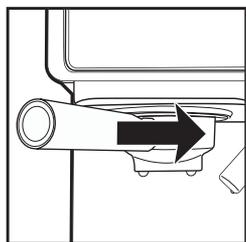

Рис. 3
- Не насыпая кофе в фильтр (6), присоедините держатель фильтра (5) к бойлеру кофеварки, для этого расположите ручку держателя фильтра (3) под надписью «INSERT» на корпусе кофеварки, вставьте держатель (5) в бойлер и поверните ручку держателя фильтра (3) в сторону надписи «LOCK» (против часовой стрелки) до упора (рис. 3, 4)
- Поставьте подходящую ёмкость (объёмом не менее 400 мл) на решётку поддона (2).
- Вставьте вилку сетевого шнура в электрическую розетку. Нажатием кнопки (17) включите кофеварку, при этом индикатор (12) загорится красным цветом.
- Установите ручку выбора режимов работы (14) в положение «☐●». Дождитесь подачи воды из выходных отверстий держателя фильтра (5), после чего переведите ручку выбора режимов работы (14) в положение «●». Убедитесь, что кнопка подачи воды/пара (7) не нажата (находится в положении ☐).
- После того, как индикатор (13) загорится синим цветом, снова включите подачу воды, установив ручку выбора режимов работы (14) в положение «☐●». Сливайте воду около 1 минуты, затем прекратите подачу воды, установив ручку выбора режимов работы (14) в положение «●». Подождите, пока вода перестанет вытекать из выходных отверстий держателя фильтра (5) и вылейте воду из ёмкости. Промывка системы подачи воды закончена.
- Поставьте подходящую чашку (объёмом не менее 250 мл) на решётку поддона (2).
- Вставьте вилку сетевого шнура в электрическую розетку. Нажатием кнопки (17) включите кофеварку, при этом индикатор (12) загорится красным цветом. Убедитесь, что кнопка подачи воды/пара (7) не нажата (то есть находится в положении )
- Установите ручку выбора режимов работы (14) в положение «». Дождитесь подачи воды из выходных отверстий держателя фильтра (5), после чего переведите ручку выбора режимов работы (14) в положение «».
- После того, как индикатор (13) загорится синим цветом, снова включите подачу воды, установив ручку выбора режимов работы (14) в положение «», горячая вода начнёт поступать в чашку. Когда индикатор (13) погаснет, установите ручку выбора режимов работы (14) в положение «». Подождите, пока вода перестанет вытекать из выходных отверстий держателя фильтра (5), снимите чашку с поддона (1) и вылейте из неё воду. Снимите держатель фильтра (5), для этого поверните ручку держателя фильтра (3) в сторону надписи «INSERT», при наличии воды в фильтре (6) приподнимите фиксатор фильтра (4) и, удерживая им фильтр (6), слейте из него воду.